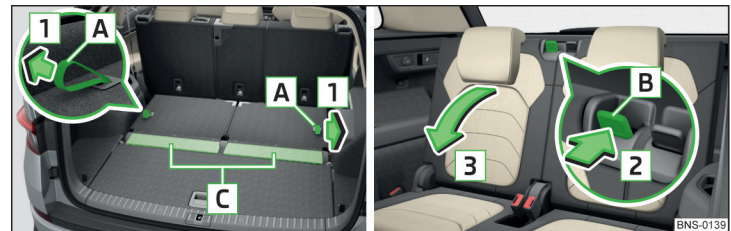

Abb. 97 Sitzlehnen hochklappen/herunterklappen
- Zum **Hochklappen** an der Öse **A** in Pfeilrichtung **1** ziehen » Abb. 97. Die Sitzlehne muss nach dem Hochklappen hörbar einrasten.